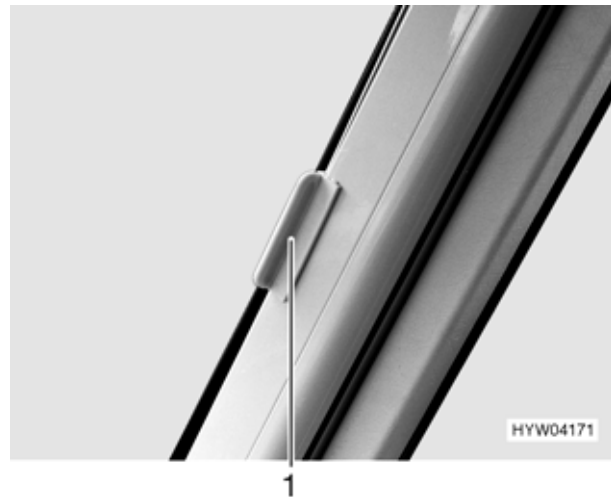
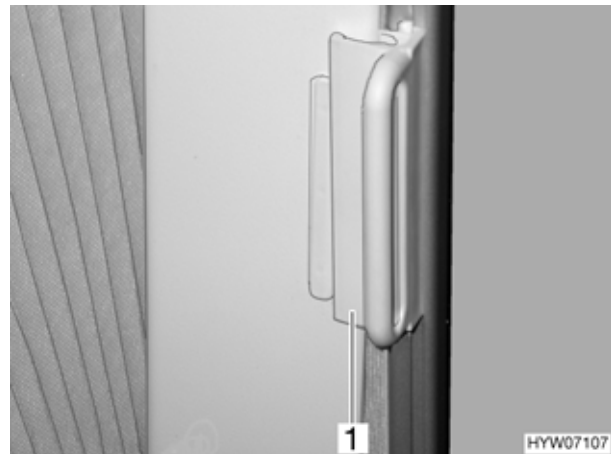

Bild 40 Zusatzverriegelung Faltverdunklungen Bug (B-Klasse)
Bild 41 Verriegelung Faltverdunklungen Fahrer-/Beifahrerfenster (C-GT)
- Während der Fahrt müssen die Faltverdunklungen für die Frontscheibe, das Fahrerfenster und das Beifahrerfenster geöffnet, arretiert und mit der Zusatzverriegelung (Bild 40,1 und Bild 41,1) gesichert sein.